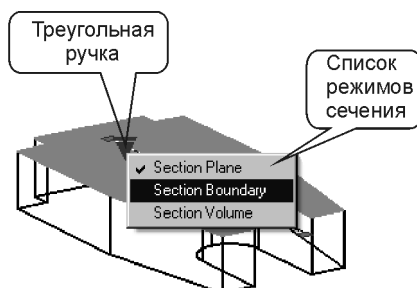

Рис. 9.7. Контекстное меню для активизации режимов секущей плоскости
1. Выберите линию секущей плоскости. На ней отобразятся ручки различной геометрической формы (рис. 9.7).
3. Выберите нужный режим, щелкнув на строчке контекстного меню левой кнопкой мыши (рис. 9.7).